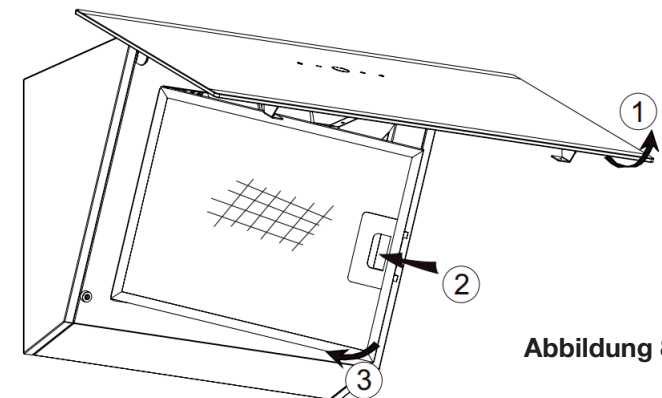

Abbildung 8
2. **Um den Fettfilter** (Abbildung 8) zu entfernen, schieben Sie die Glasplatte nach oben (1), drücken Sie die Zunge des Filters nach hinten (2) und nehmen Sie den Filter heraus, indem Sie ihn nach unten ziehen (3).